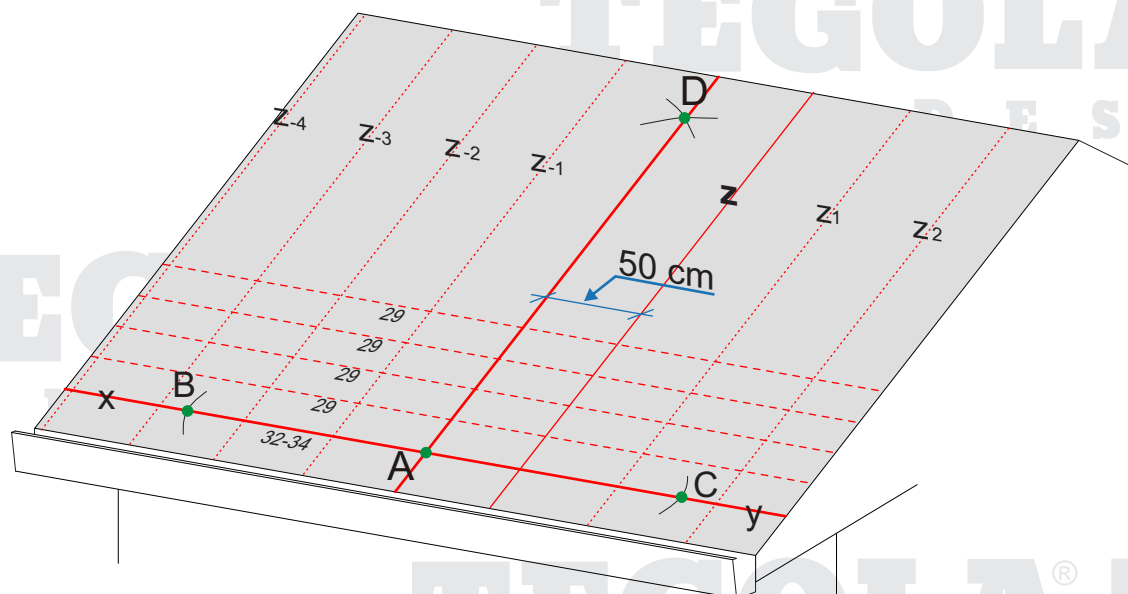

Fig. 1 - Tracciamento della copertura
- " Partendo dalla linea xy tracciare delle linee orizzontali e parallele alla stessa, ad una distanza di cm 29 fra di loro fino ad arrivare al colmo (fig.1).